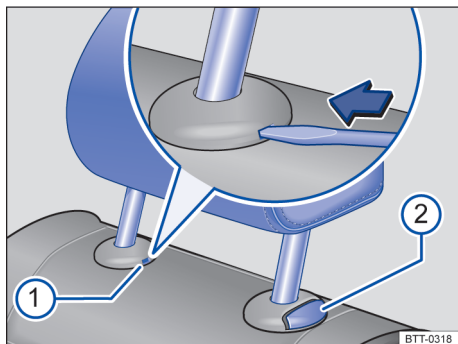

图 63 拆卸后排座椅头枕
- 将打开的车辆钥匙头或螺丝刀刀头插入护套的槽内 → 图 63①。
- 同时按压按钮 → 图 63②，由另一个人将头枕完全拉出。
- 按住按钮 → 图 63②，同时下推头枕。